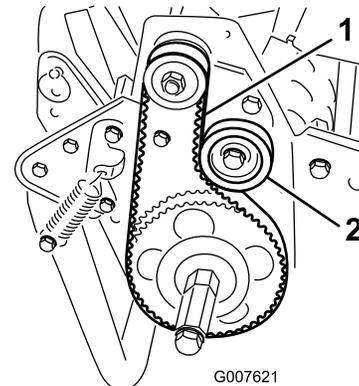

Figura 37
2. Verifique a tensão pressionando a correia a meio curso entre as polias (Figura 37) com uma força de 18 a 22 N.
A. Desaperte a porca de montagem da polia intermédia e incline-a para o lado de trás da correia até que obtenha a tensão desejada da correia (Figura 37).